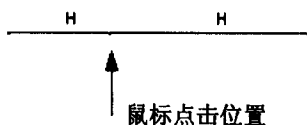

图 2-7 直线线段分割实例
(1) 直线线段的分割：单击草图绘制编辑工具栏中的按钮 ，或执行 Edit (编辑) → Trim (修剪) → Divide (分割) 菜单，在直线线段上某位置单击，此时该直线将分为两段，如图 2-7 所示。